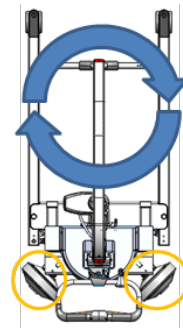

Abb. 2. Schwenken/Drehen
**Zum Manövrieren bei beengten Platzverhältnissen** ist die Schwenkstellung der hinteren Laufrollen vorteilhafter. Manövrieren Sie den Lifter soweit möglich in der Geradeausstellung. Drücken Sie dann die Taste für die Verstellung der hinteren Laufrollen und halten Sie diese gedrückt, bis der gewünschte Laufrollenwinkel erreicht wurde, siehe Abb. 2. Die Schwenkstellung der Laufrollen wird durch das gelbe LED-Lämpchen am Bedienfeld angezeigt. Greifen Sie den Fahrgriff, drücken Sie den Sicherheitsschalter und führen Sie eine drehende Bewegung in die gewünschte Richtung aus.